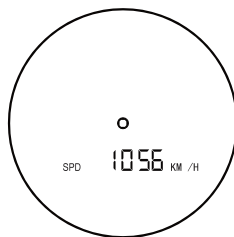

Abbildung 7
In diesem Modus können Sie die Geschwindigkeit von Objekten messen. Richten Sie das Fadenkreuz auf ein sich bewegendes Ziel und drücken Sie dann die Ein/Aus/Messen-Taste. Lassen Sie das sich bewegende Objekt nicht aus Ihrem Blickfeld, damit der Messwert angezeigt wird (Abb. 7).
En este modo de funcionamiento, puede medir la velocidad de objetos en movimiento. Apunte la retícula a un objetivo en movimiento y luego presione el botón encender/apagar/medir (1). No deje que el objeto en movimiento quede fuera de su campo de visión para mostrar la indicación (Fig. 7).